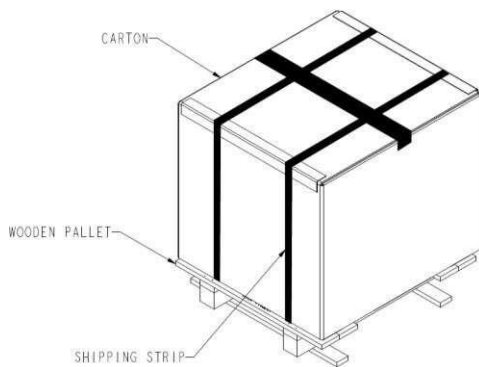

Fig. 1
- Coupez la bande d'expédition et retirez le carton (voir Fig. 1)